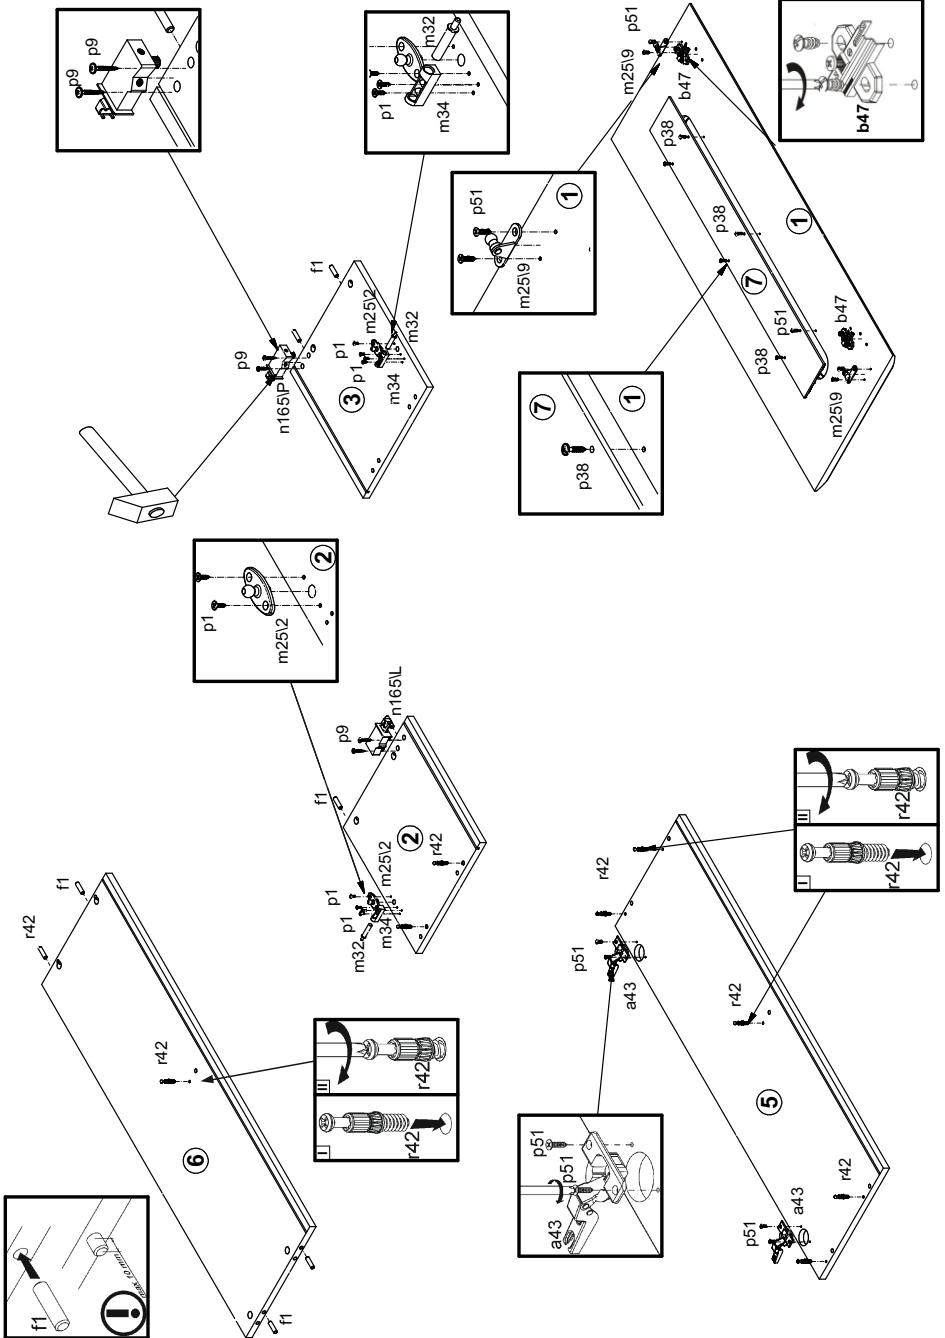
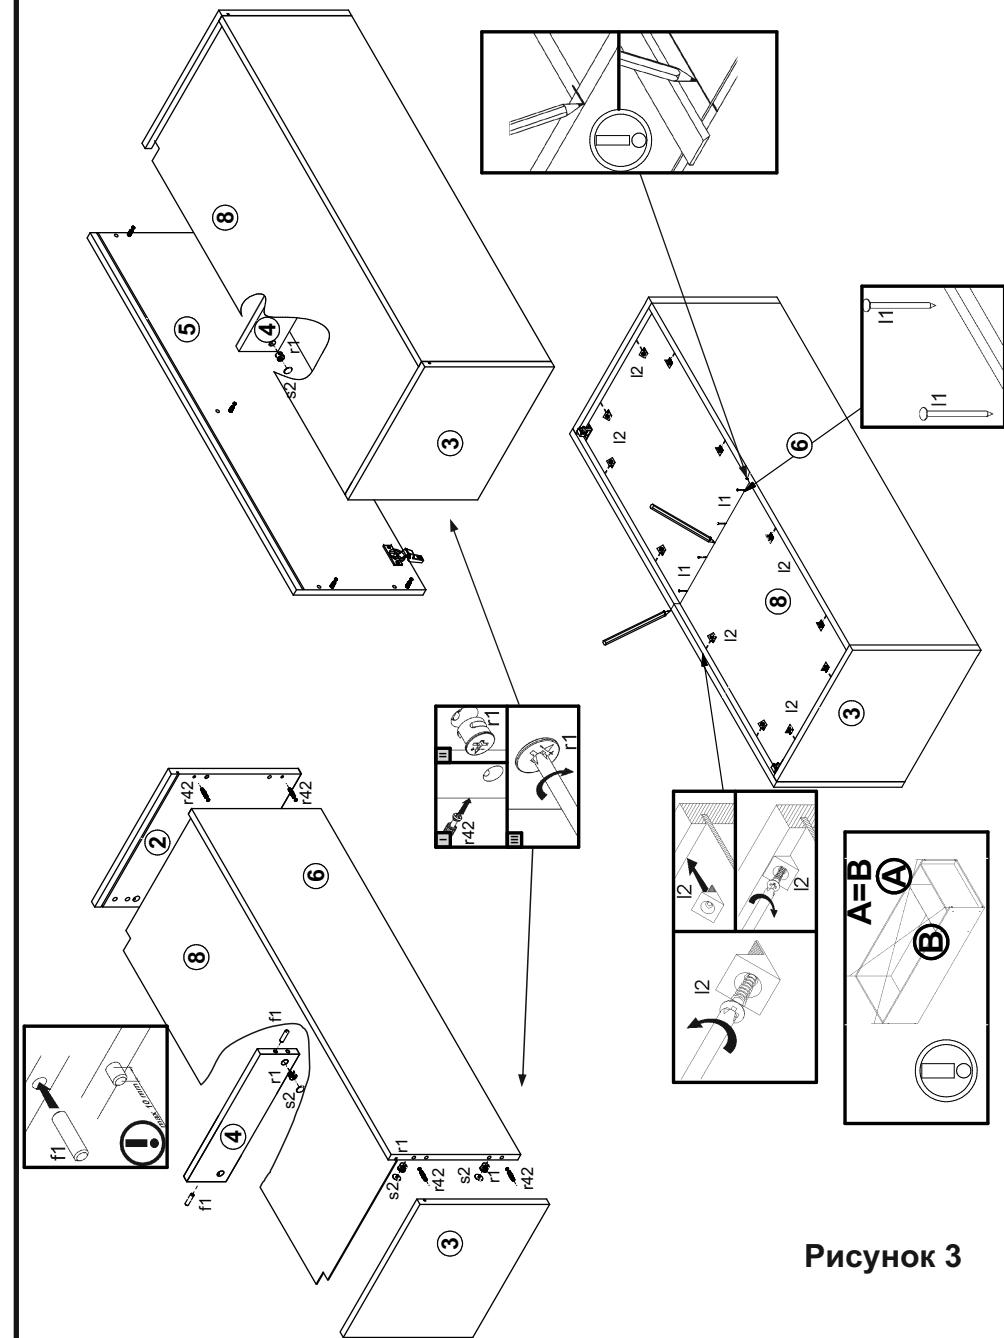

Рисунок 2
Рисунок 3
2. В отверстия Ø8 мм на верхней кромке стенок боковых 2, 3 (см. рис. 2), на верхней и нижней кромке стенки средней 4 (см. рис. 3), на боковых кромках полки соединительной 6 (см. рис. 2) вбить деревянные шканты I1.
3. В отверстия Ø10 мм на внутренних поверхностях стенок боковых 2, 3 вставить кронштейны для навешивания n165\L, n165\R и закрепить при помощи шурупов p9 (см.рис. 2).
4. В отверстия Ø3 мм (кернения) на внутренних поверхностях стенок боковых 2, 3 при помощи шурупов p1 закрепить корпуса демпфера m34, а затем в корпуса вставить демпферы m32 (см.рис. 2).
5. В отверстия Ø3 мм (кернения) на внутренних поверхностях стенок боковых 2, 3 при помощи шурупов p1 закрепить элемент кронштейна двери m25\2 (см.рис. 2).
6. В отверстия Ø26 мм на нижней поверхности щита 5 закрепить петли шарнирные a43 шурупами p51 (см.рис. 2).
7. В отверстия Ø5 мм на внутренних поверхностях щита верхнего 5, стенок 2, 3 (см. рис. 2) вкрутить винты стяжки r42.
8. В отверстия Ø15 мм на верхней поверхности полки 6 (см. рис. 3), на боковых поверхностях стенок 2, 3, 4 (см.рис. 3) вставить стяжки эксцентриковые r1.
9. Соединить детали 2, 3, 4, 6, предварительно в пазы деталей 2, 3, 6 вставив стенку заднюю 8, и затянуть стяжки эксцентриковые r1, пользуясь отверткой (см. рис. 3).
10. Присоединить щит 5 к стенкам 2, 3, 4 и затянуть стяжки эксцентриковые r1, пользуясь отверткой (см. рис. 3). Стяжки эксцентриковые r1 закрыть заглушками s2.
11. Положить корпус изделия фасадными кромками вниз на ровную поверхность и выровнять его, измеряя рулеткой расстояние между противоположными углами по диагонали. Расстояния должны быть равными (см. рис. 3).
12. Закрепить стенку заднюю 8 на корпусе изделия гвоздями I1 с шагом 80-120 мм, элементами крепления стенки задней I2 (см. рис. 3).
17. Соединить детали 1, 7 с помощью шурупов p38 (см.рис. 2).
18. В отверстия Ø5 мм на внутренней поверхности двери 1 закрепить еврошурупами ответные планки петли b47 (см.рис. 2).
19. В отверстия Ø3 мм на внутренней поверхности двери 1 закрепить шурупами p51 элементы кронштейна двери m25\9 (см.рис. 2).